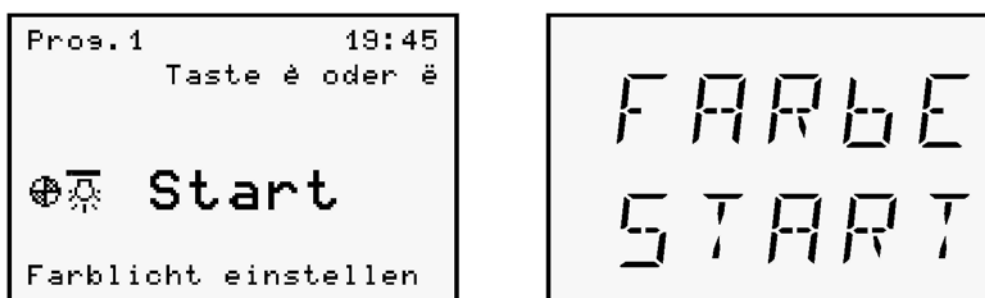

Рис. 13. Страница «Farblicht Start» («Включение цветного освещения»)
7. Выйти из меню с помощью клавиши ◀. Откроется страница «Farblicht Start» («Включение цветного освещения», рис. 13).